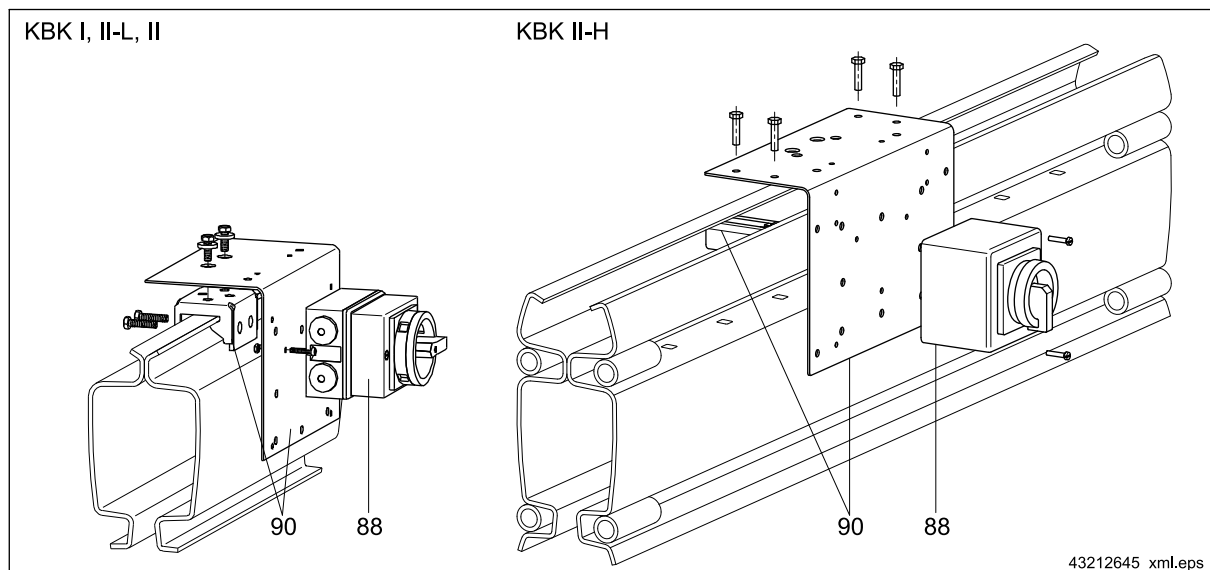
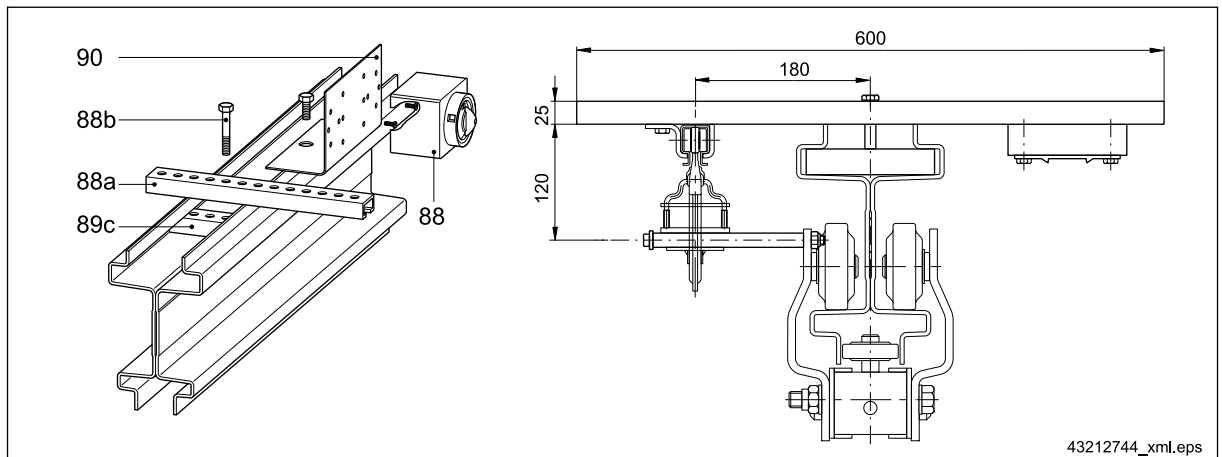

Abb. 113
Abb. 114 Anordnung der Stromzuführung KBK 25 an KBK III
- Netzanschlussschalter / Trennschalter (88) ⇒ Abb. 113, Seite 104 und ⇒ Abb. 114, Seite 105, evtl. Sicherungen mit Passeinsätzen,
- Flachleitung (84),
- Gleitschuhe (85),
Der Anbau von C-Schienen erfolgt wie in $\Rightarrow$ Abb. 114, Seite 105 dargestellt. Er dient als Tragelement für elektrische Bauteile (Trennschalter, Endschalter, Klemmenkasten usw.) oder für die Stromzuführung mittels Schleppleitung oder Schleifleitung.